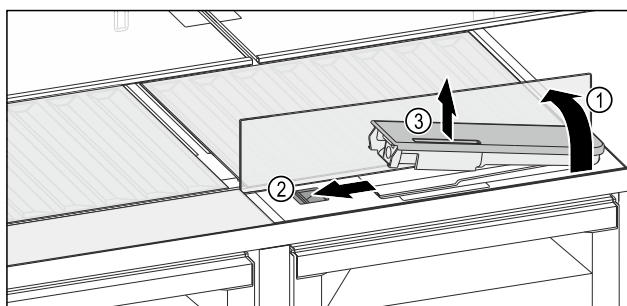

Fig. 129
- ▶ Podignite staklenu ploču i otklopite je do graničnika prema natrag Fig. 129 (1).
- ▶ Pomaknite Fig. 129 (2) klizač ulijevo.
- ▶ Izvadite spremnik za vodu Fig. 129 (3).